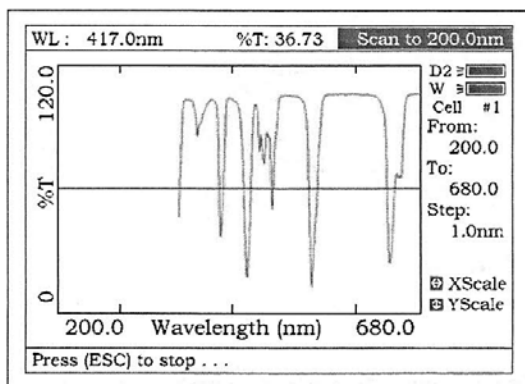
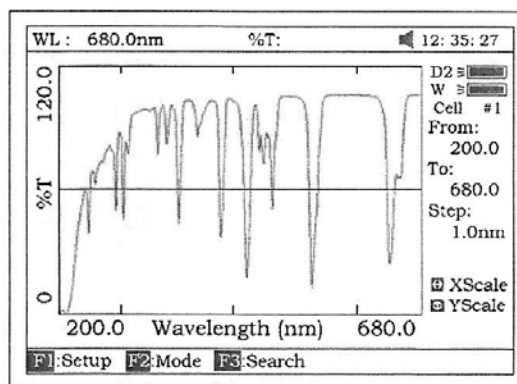

Fig 45
Fig 46
4. Hale la celda del blanco hasta el paso de luz, presione [**START**] para Barrer la muestra (Fig 45). Presione la tecla [**ESC/STOP**] para detener el barrido. Cuando el barrido ha finalizado la alarma suena 3 veces (Fig 46).
Nota: El reporte es impreso siempre en formato de la Fig 46.